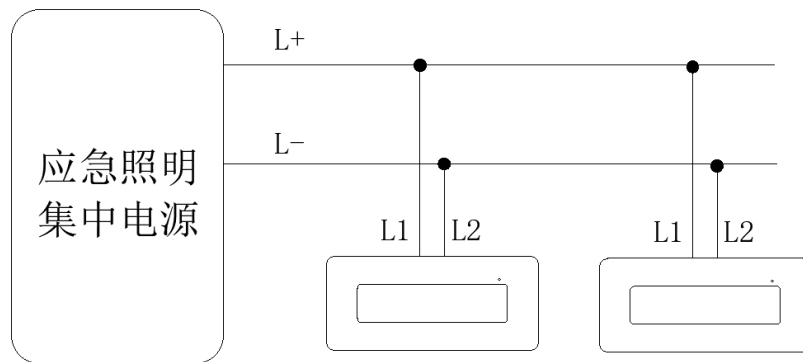

图 4
- 4.3 接线方式与要求:** 总线 L1、L2 的接线方式: 如图 4 所示, 将灯具引出线 L1、L2 分别与集中电源的总线 L+、L- 相连接, L1、L2 接线时不分极性。一般环境, 建议采用 2.5mm2 以上双绞线; 强干扰环境, 建议采用屏蔽双绞线。